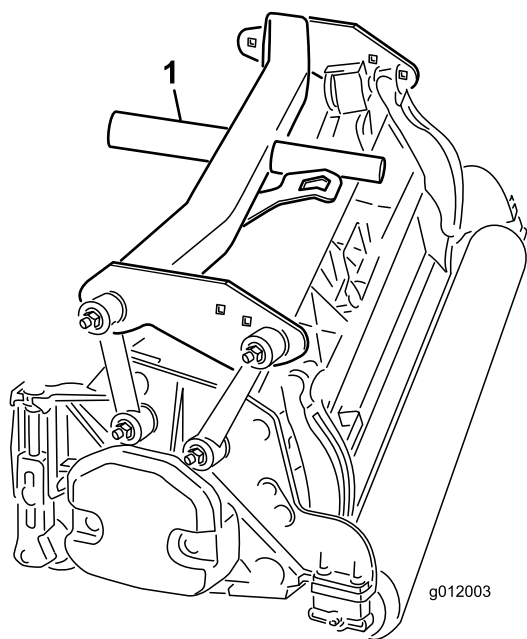

図 18
4. 後キャリア・フレーム (図 18) を後カッティングユニットに載せる。